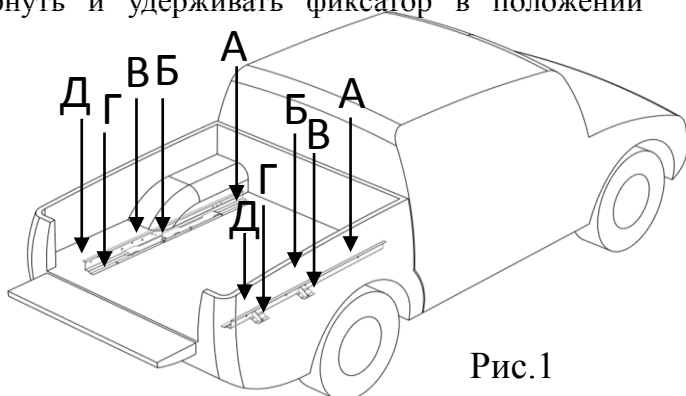

Рис.1
2. Зафиксировав положение роликовых направляющих, выдвинуть платформу и разметить положение центров монтажных отверстий А, Б, В, Г и Д (рис. 1). **Внимание!** Для выдвжения платформы необходимо повернуть и удерживать фиксатор в положении «открыто», как показано на рисунке 4.
- Задвинуть платформу по направляющим, как показано на рисунке 2. При необходимости выровнять положение платформы относительно бортов и затянуть поочередно болты А, Б, В, Г и Д ( рис.1), постепенно выдвигая платформу.